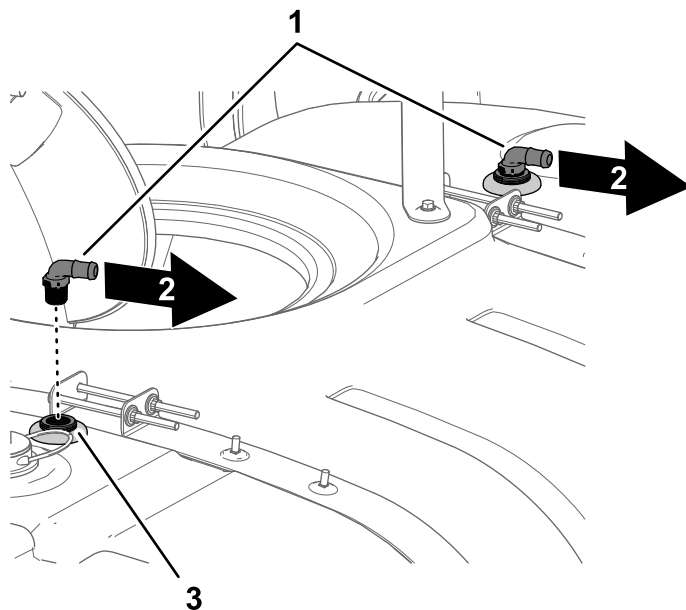

Figura 23
5. Montate i raccordi a 90° sui raccordi del diaframma dei gruppi ugelli di lavaggio (Figura 23).
6. Orientate il raccordo scanalato del flessibile dei raccordi a 90° verso il lato destro della macchina (Figura 23).